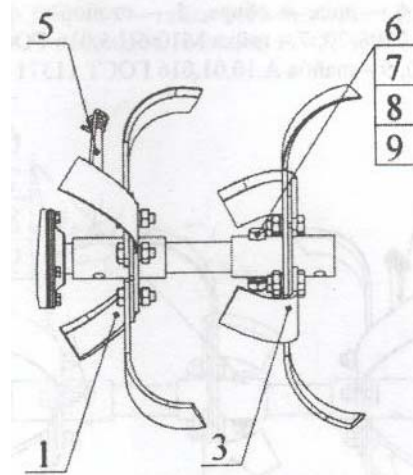

Рис. 4
- Вставьте фрезу 1 (см. Рис. 4) во втулку фрезы 3, совместив отверстие фрезы 1 с отверстием во втулке фрезы 3, вставьте болт и зафиксируйте его гайкой 7 с шайбами 8, 9.
3. Установите блоки фрез таким образом, что бы при движении мотоблока вперед острые кромки ножей были направлены по ходу вращения выходного вала редуктора. Совместите отверстия во втулке блоков фрез и выходного вала редуктора, вставьте стопора 5 (см. Рис. 4) и зафиксируйте их.